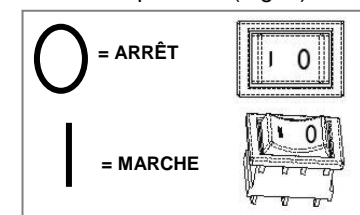

Fig 4
- Push on the "O" side to turn the vacuum OFF. (Fig. 4)
- Appuyez sur le côté « O » pour éteindre l'aspirateur. (Fig. 4)